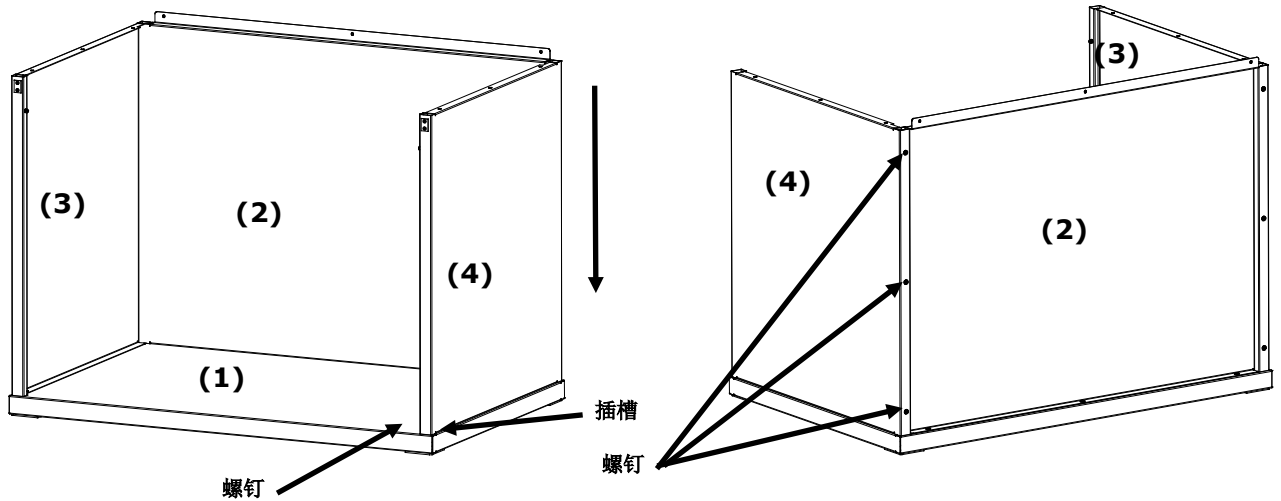

图 4. 将右板插入后板和底板
5. 将右板 (4) 光滑面朝外置于后板 (2) 的上方边缘处。
6. 将右板 (4) 沿着互锁槽向下滑动，直至右板 (4) 的前袂扣插入底板 (1)。按图 4 所示，用四颗螺钉将右板 (4) 固定至底板和后背。